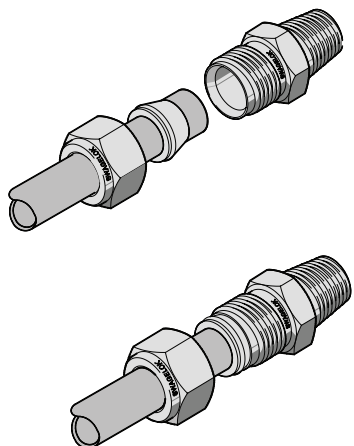

图6 将预紧过的组件安装到接头本体上
13. 将预装后的组件装在接头本体上。将螺母拧在接头本体上直至手紧。见图6。